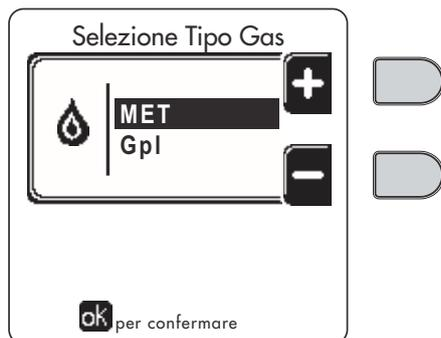

fig. 58 - Selección del tipo de gas
6. Modifique el parámetro correspondiente al tipo de gas como se indica a continuación. Abra la pantalla ilustrada en la fig. 58 con la ruta "MENÚ DE USUARIO" ➡ "Mantenimiento" ➡ "Modo Test" ➡ "Selección del tipo de gas". Pulse las teclas contextuales 1 y 2 para elegir el tipo de gas. Confirme con la tecla OK.